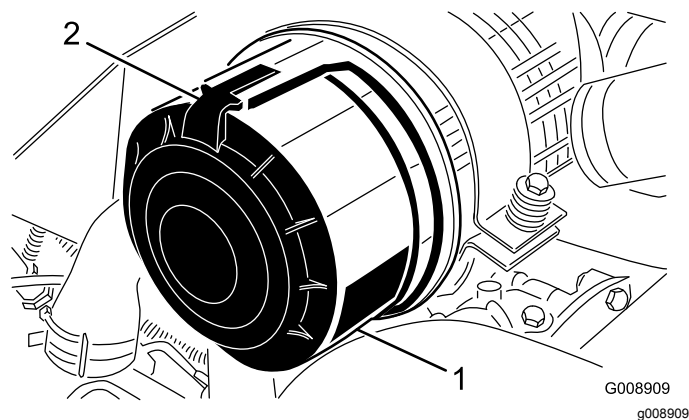

図 90
1. エアクリーナのカバーをボディーに固定しているラッチを外す 図 90。